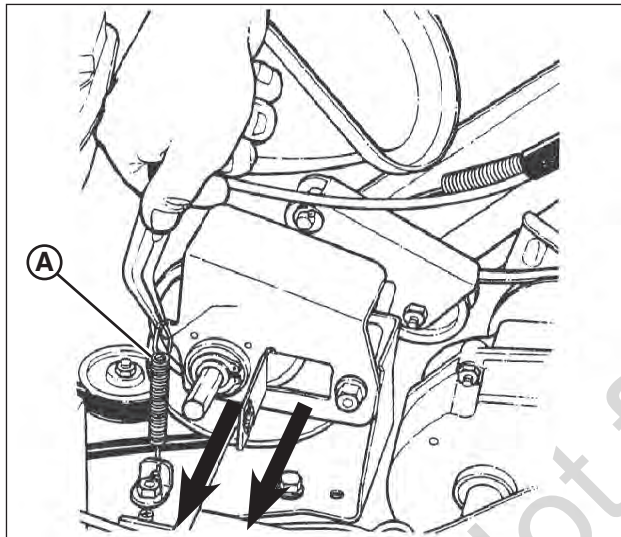

Figure 29: Dépose de l'ensemble du disque entraîné
2. À l'aide de pinces à becs pointus, décrochez le ressort d'entraînement (**A**, **Figure 29**) et glissez l'ensemble du disque entraîné hors de l'arbre hexagonal.